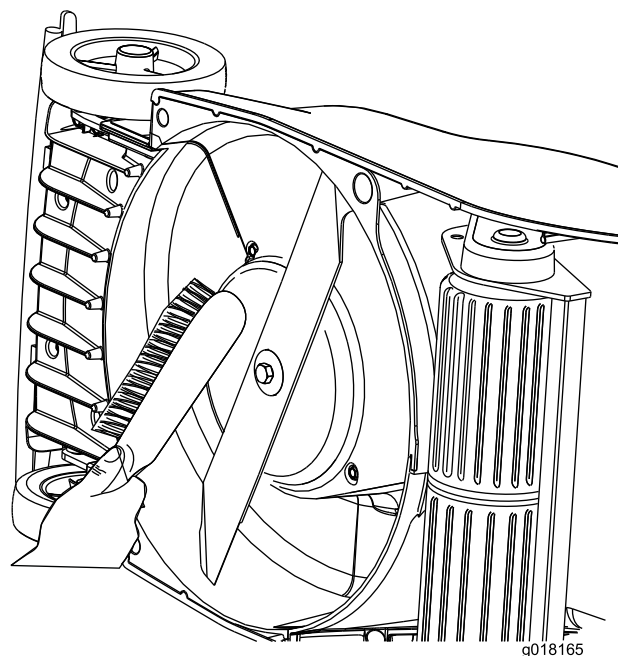

Figura 29
- Limpie los restos de hierba de la parte superior e inferior de la carcasa inmediatamente después de usar la máquina (Figura 29).